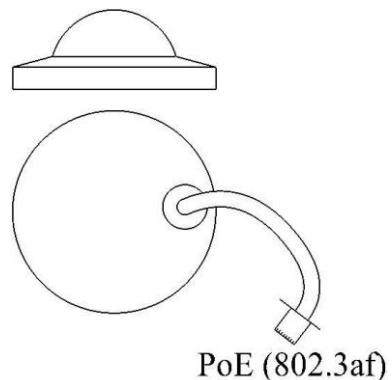

Рисунок 3 – Составные части IP-видеокамеры
- снять защитный купол корпуса IP-видеокамеры – рисунок 3;
- произвести подключение IP-видеокамеры в соответствии с паспортом изделия СТАЕ.426459.032-06ПС или формулляром СТАЕ.426459.032-06ФО (рисунок 3);